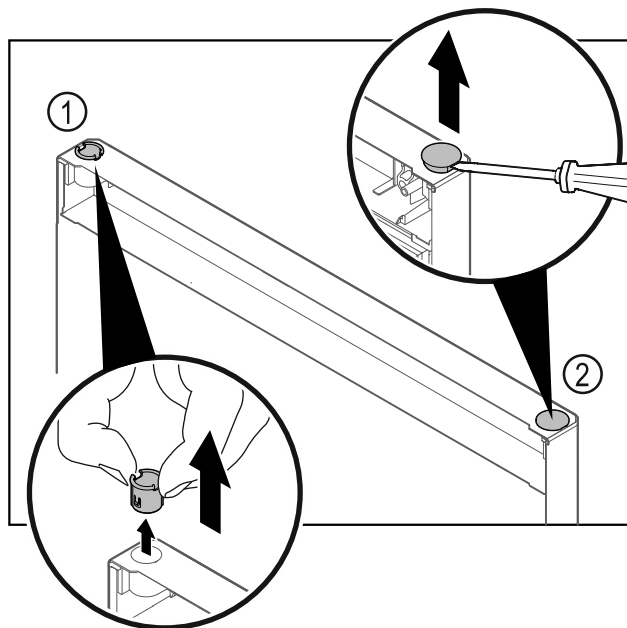

Fig. 26
- ▶ Izvucite čahuru šarke Fig. 26 (1) prstima.
- ▶ Odvijačem s ravnom glavom oprezno podignite čep Fig. 26 (2) i izvadite ga.